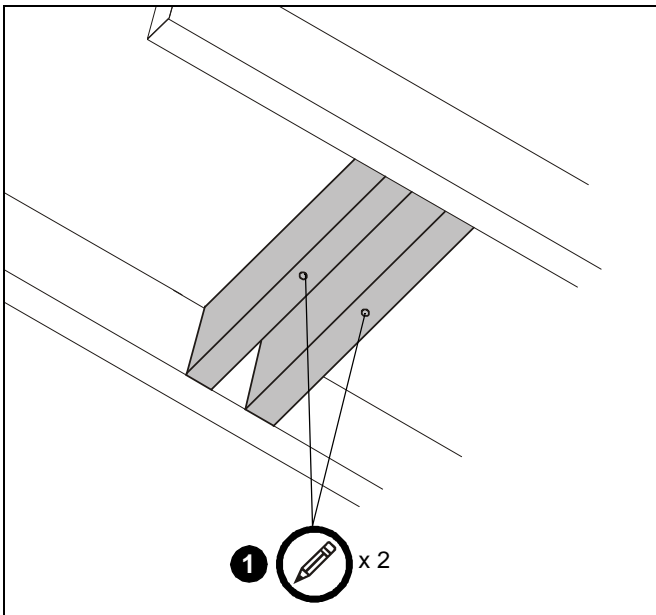

Abb. 1
1. Verwenden Sie die CPA395-Auflageplatte (A) als Schablone und zeichnen Sie zwei Vorbohrungen an (Siehe Abb. 1). Achten Sie darauf, dass sich die Markierungen in der Mitte der Holzbalken befinden.
2. Bohren Sie Vorbohrungen mit einem Durchmesser von 6,4 mm (1/4") in die Holzbalken (Siehe Abb. 1). Achten Sie darauf, dass die Vorbohrungen gerade verlaufen.